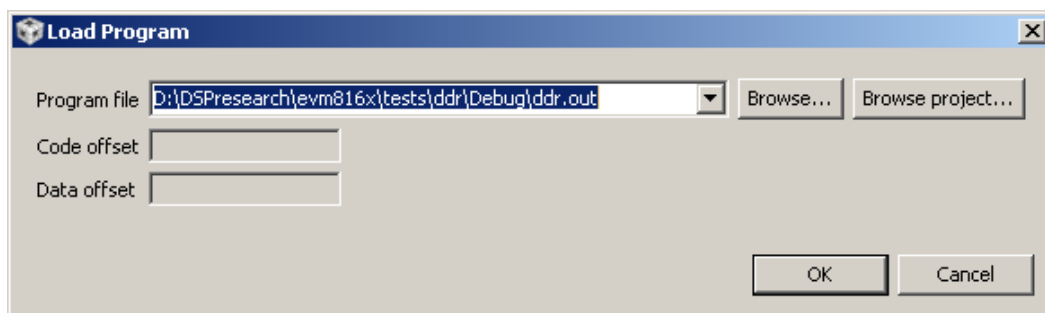

图 1-1-12
2. 点击工具栏中[Run]→[Load]→[Load Program]，然后在新窗口中选择.out 可执行文件。如图 1-1-12 所示：